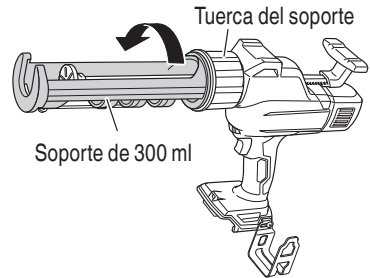

Fig. 10
(1) Jale la tuerca del soporte y gire el soporte en la dirección de la flecha para removerlo del cuerpo principal. (Fig. 10)